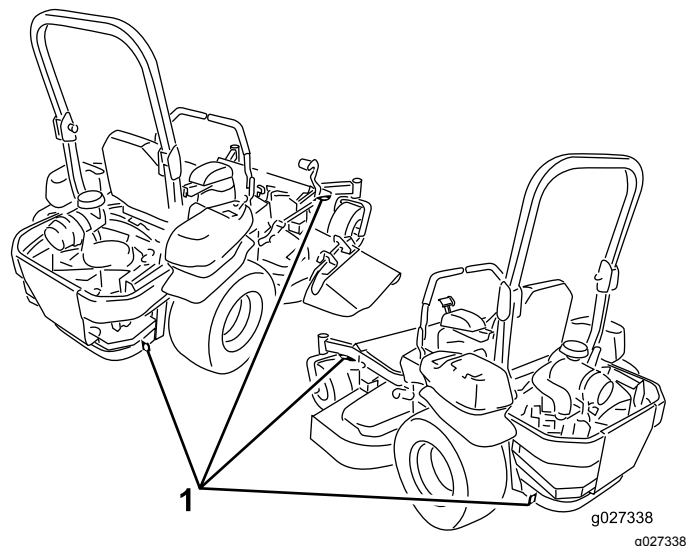

Figura 37
5. Utilice los puntos de amarre metálicos de la máquina para sujetar la máquina firmemente al remolque o al camión con correas, cadenas, cables o cuerdas (Figura 37).